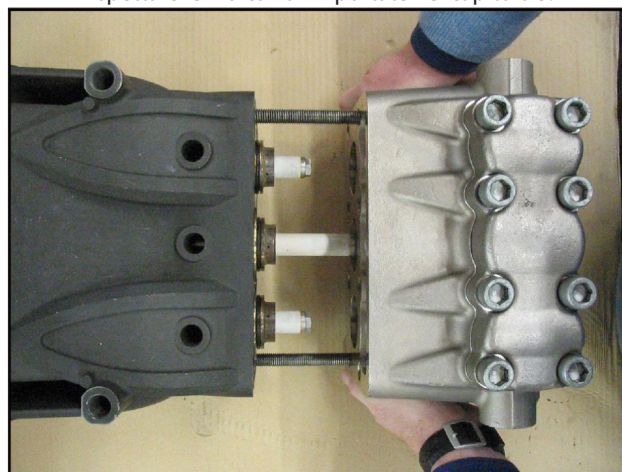

Fig. 33
- B) Lubrificare i componenti ②③⑤ con grasso al silicone Tipo OCILIS cod. 12001600; tale operazione è ritenuta necessaria anche per facilitare l'assestamento del labbro delle tenute sul pistone.
2. Utilizzando due viti - spina di servizio (cod. 27726000) fissate al carter come indicato in Fig. 33, posizionare la testata completa, assicurarsi che sia centrata solo sul pistone centrale.